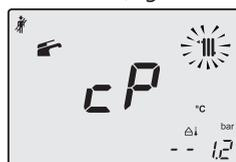

Figura 9.23
- Premendo il tasto 19 è possibile variare la potenza in modalità spazzacamino: con visualizzazione sul display LCD delle lettere **cP** che si alternano con il valore di temperatura dell'acqua di riscaldamento (es.78), siamo in "funzione spazzacamino" alla potenza massima in riscaldamento (Figura 9.23);